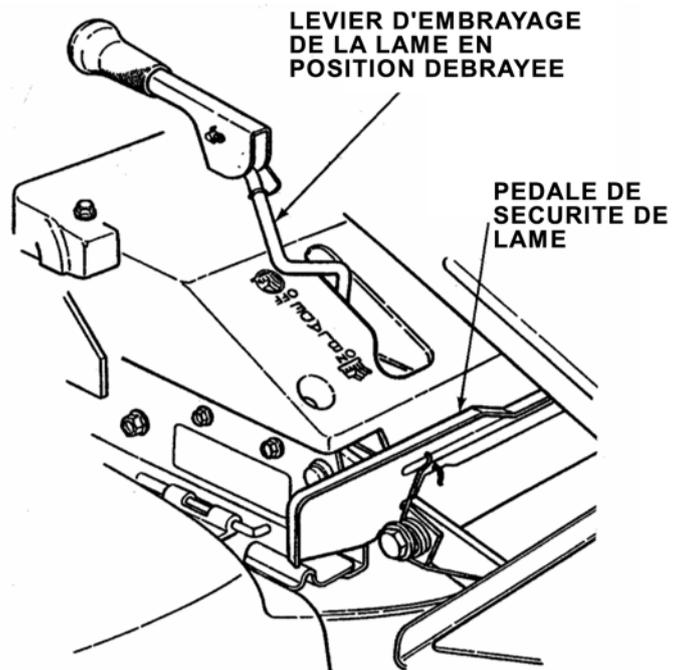

FIGURE 2.15
1. Débrayez la lame en relâchant la pédale de sécurité de la lame ou en déplaçant le levier sur la position débrayée (OFF). Voir la figure 2.15.